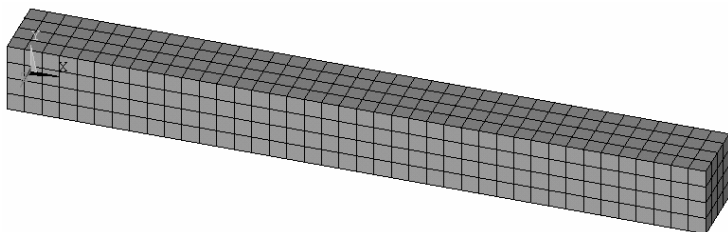

图 5-8 方杆
(8) 依次选择 Utility Menu>PlotCtrls>Style>Colors>Reverse Video，将图形窗口的背景变为白色，以便后续操作中更清楚地观看视图（见图 5-8）。